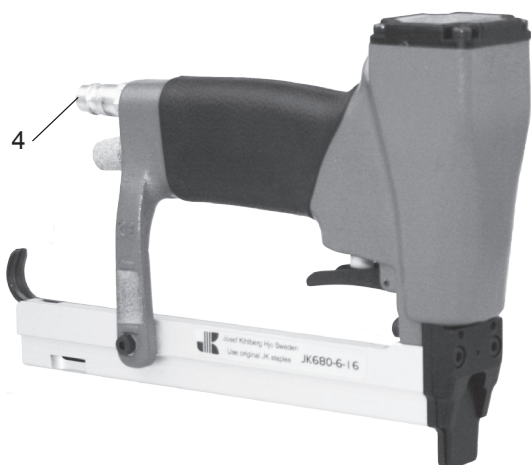

Fig. 1
2. Trycksedan på avtryckaren (fig. 1/2).